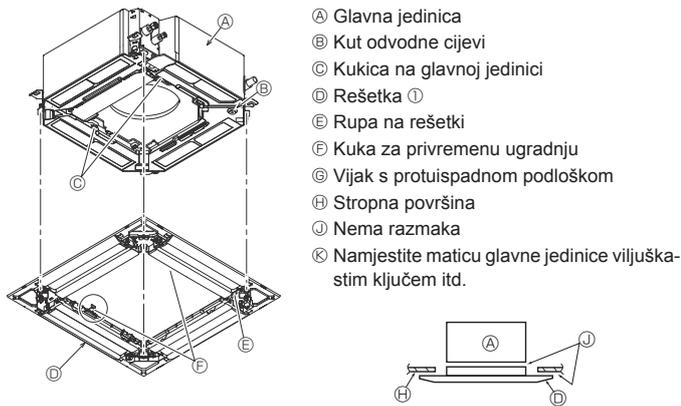

Fig. 9-6
9.4.2. Privremena ugradnja rešetke (Fig. 9-6)
- Stezanjem unaprijed ugrađenih vijaka učvrstite rešetku na glavnu jedinicu. (Fig. 9-6)
Pobrinite se da nema razmaka između glavne jedinice i rešetke ili između rešetke i stropne površine. (Fig. 9-6)